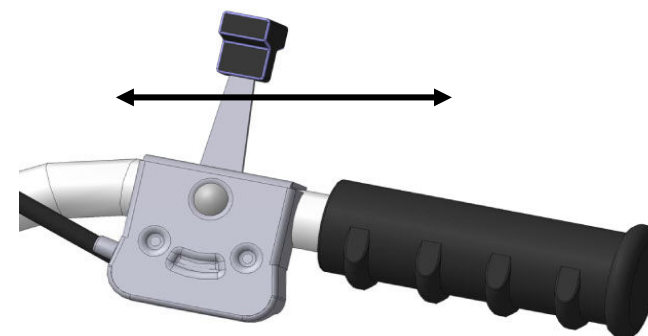

Рис. 6 Акселератор в комплекте с тросом (Ручка газа)
- Переместите ручку газа в положения «Мах.» при запуске холодного двигателя. (Рис. 6).
- 8.4. Переместить ручку акселератора на 3/4 хода относительно положения «Min.». (Рис.6)
- установить ручку акселератора в положение «Min». (Рис.6)